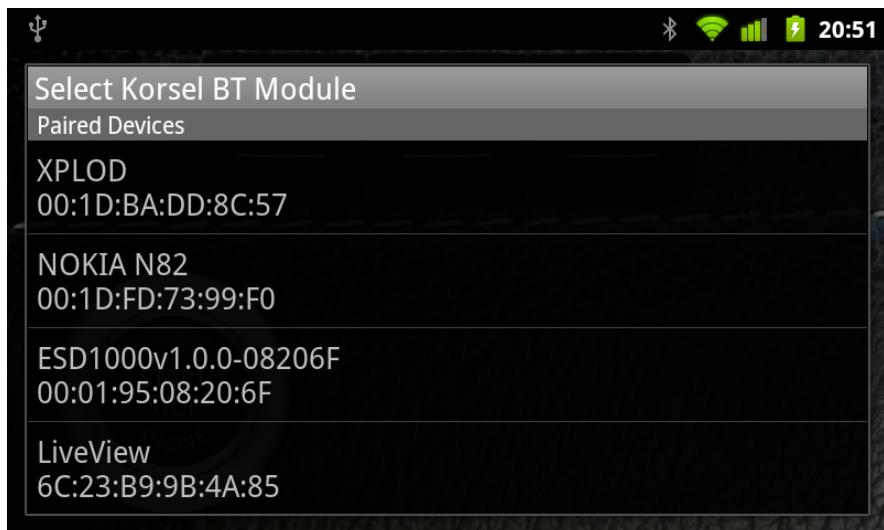

Abbildung 9: Verbindung aufbauen
- **Connect** Öffnet eine Auswahl von gepairten Bluetoothgeräte zu denen eine Verbindung hergestellt werden kann. (Abb. 9)